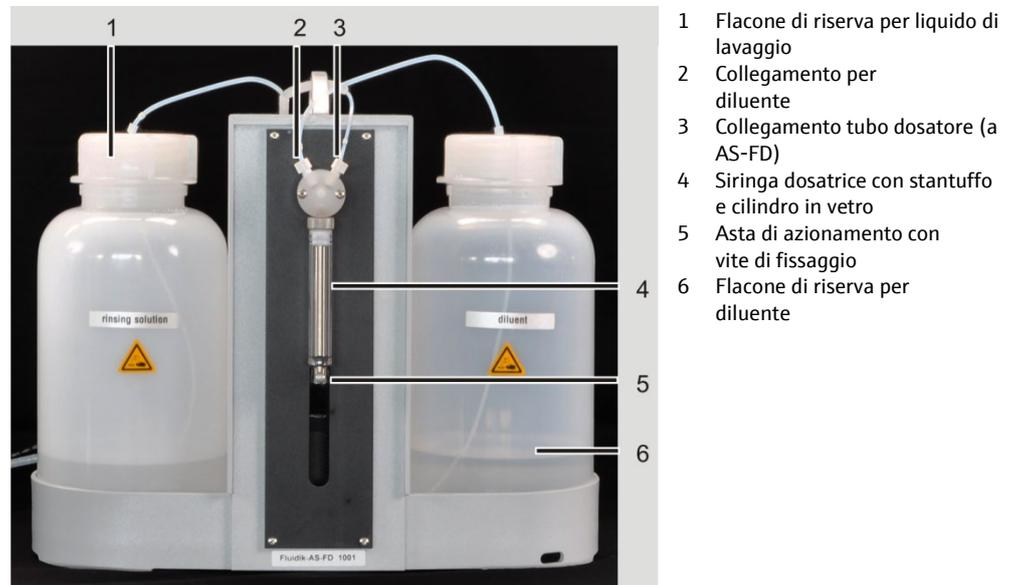

Fig. 45 Dosatore sul modulo fluidico di AS-FD
3. Immergere il tubo corto (contrassegno sul tubo "3") nel flacone di riserva del diluente. Avvitare la seconda estremità alla valvola (2 in Fig. 45 S.75).
4. Avvitare il tubo dosatore del diluente (con guaina, contrassegno "1") al secondo raccordo della valvola (3 in Fig. 45).